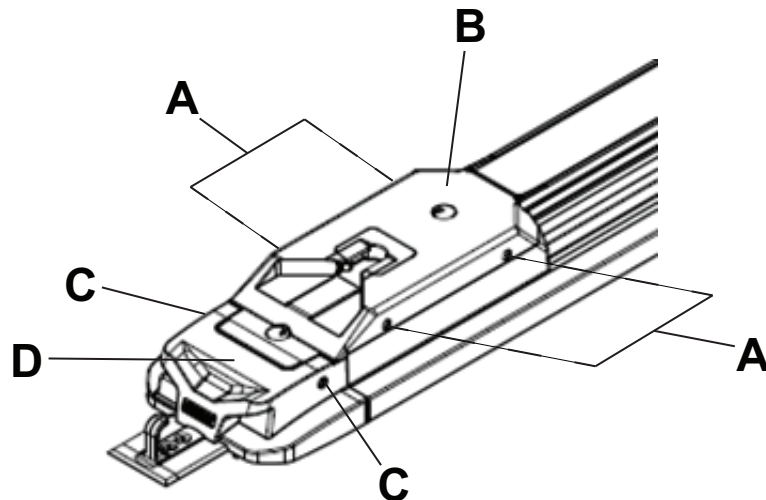

Abbildung 7 – Fußende-Abdeckungsbaugruppe
- Die vier Innensechskantschrauben (A), mit denen die Fußende-Abdeckungsbaugruppe (B) am Transfersystem befestigt ist, mit einem T27-Torx-Schraubendreher entfernen (Abbildung 7). Die Schrauben aufbewahren.
- Die beiden Linsenkopf-Innensechskantschrauben (C), mit denen die Fußende-Abdeckungsbaugruppe an der Fußende-Nasenbaugruppe (D) befestigt ist, mit einem T27-Torx-Schraubendreher entfernen (Abbildung 7). Die Schrauben aufbewahren.